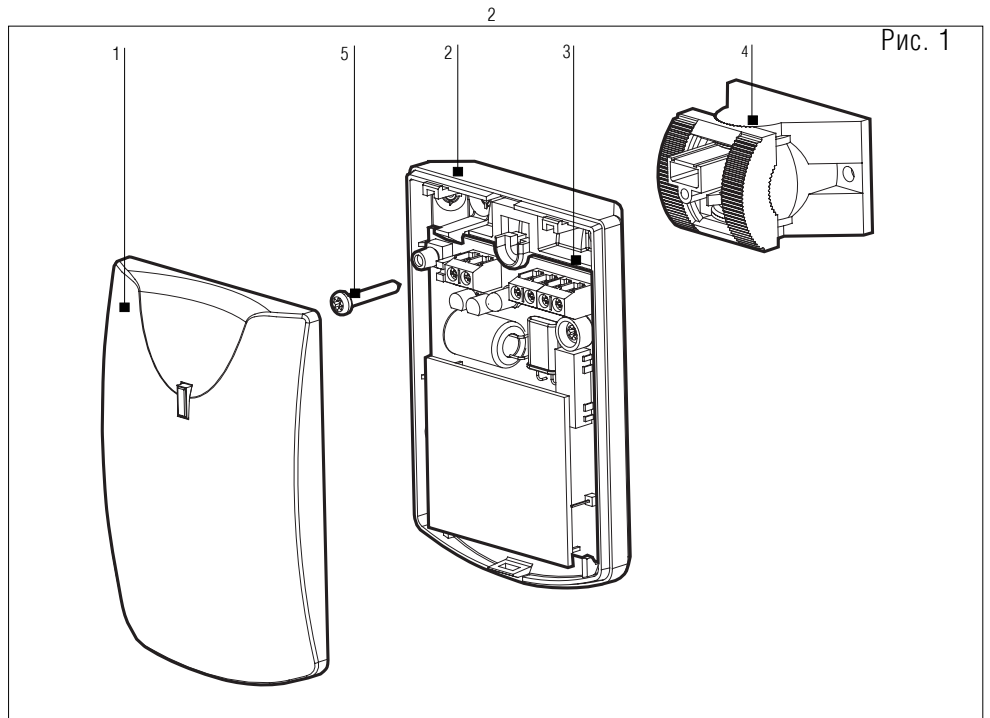
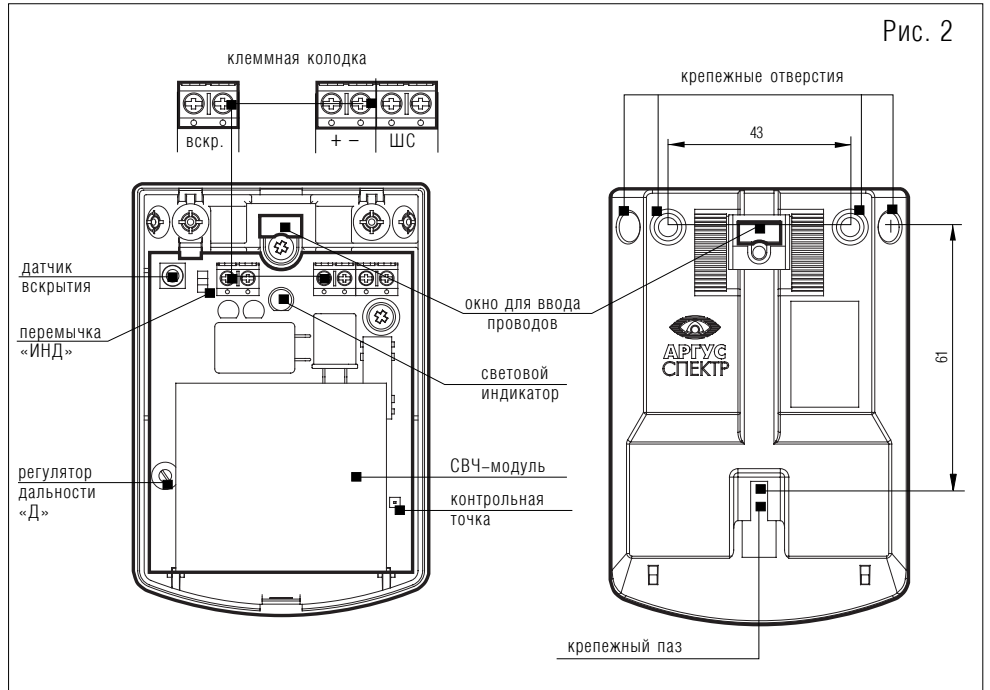
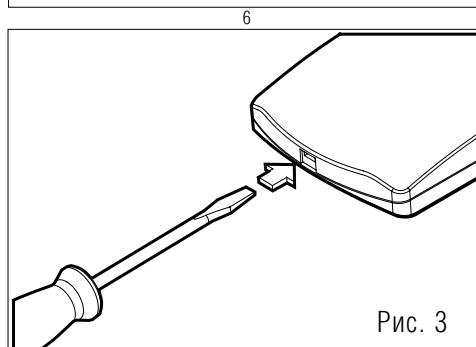

Рис. 1
Рис. 2
Рис. 3
Извещатель (рис. 1) состоит из:
На основании корпуса размещены крепежные отверстия и окно для ввода проводов (рис. 2).
- Снять крышку 1 (рис.1) по схеме на рис. 3;
- В основании 2 (рис.1) вскрыть крепежные отверстия (рис. 2) в соответствии с позицией установки: в углу или на стене (в последнем случае для крепления применяется помимо крепежных отверстий и крепежный паз рис. 2).
- Подготовить отверстия под крепеж на стене, ввести провода питания и шлейфов в окно (рис. 2).
- Снять крышку 1 (рис. 1) по схеме на рис. 3.
- Провести провода питания и шлейфов через кронштейн и установить его на стене, затем через окно в основании (рис. 2) провести эти провода в прибор (рис. 7).
- Шурупом 5 закрепить основание 2 (рис. 1) на кронштейне и зафиксировать направление в горизонтальных и вертикальных плоскостях (рис. 7).
4. Для регулировки зоны обнаружения использовать регулятор дальности «Д» (рис. 2).